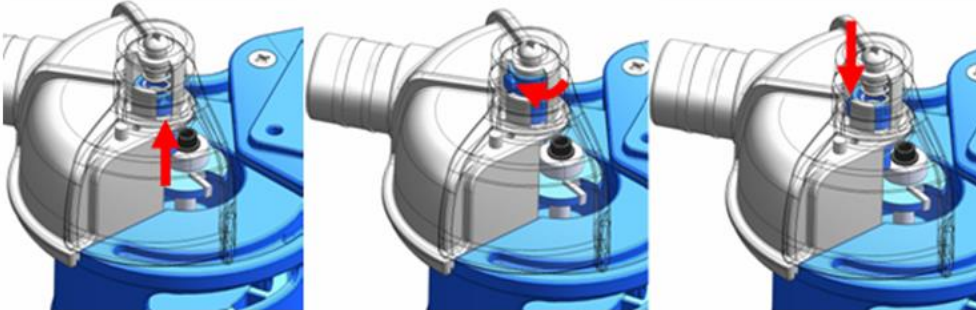

Fig. 8
- Verriegelungsknopf nach oben drücken und Anschlag in die gewünschte Position bringen. Danach Verriegelungsknopf wieder loslassen (Fig. 8 & 9).